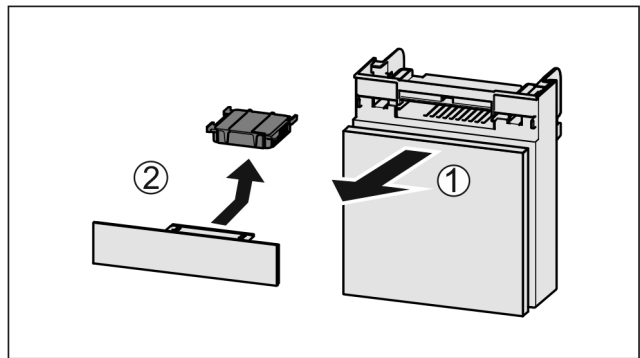

Fig. 134
- ▶ Fach nach vorne herausziehen Fig. 134 (1).
- ▶ Aktivkohlefilter entnehmen Fig. 134 (2).